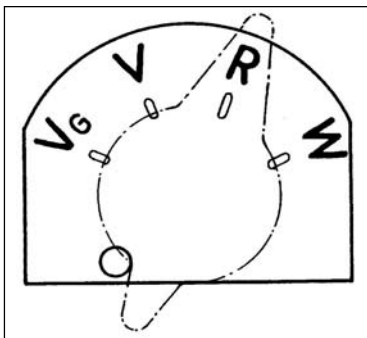

Fig 5-8. Seletor de marcha
**f. Seletor de marcha:** (Fig 5-8)
(1) seleciona a direção de movimento (frente, retaguarda, pivoteamento) e o tipo de acoplamento da transmissão (mecânica / hidráulica).
(2) em "W" uma segurança impede o funcionamento do motor de partida.
(3) no pivoteamento as marchas ficam bloqueadas (acende as lâmpadas indicadoras de 1ª e 4ª marcha).